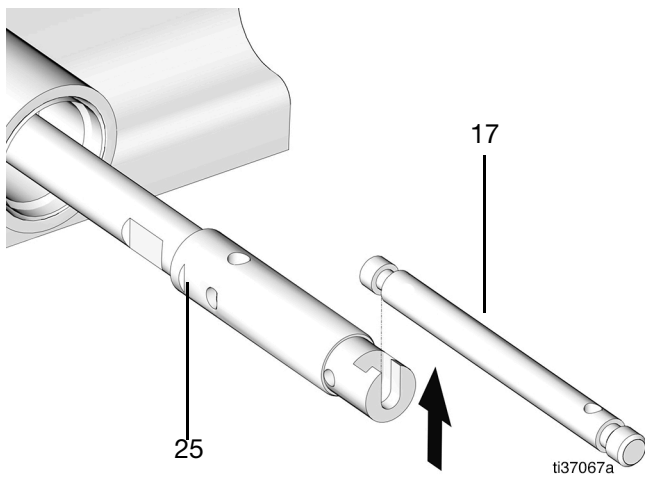

図 42
- 26. ポンプピストン (25) からシャベルロッド (17) を取り外します (図 42)。